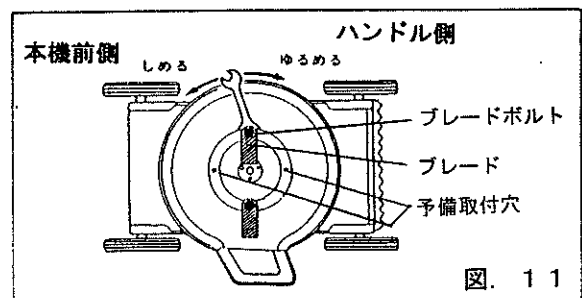

図. 11
- (1) エンジン回転を停止させ、プラグキャップを点火プラグより外し、燃料コックレバーを閉じ、けが防止の為、革手袋・安全靴・ヘルメットを着用して下さい。
- (2) 本機を横転させる場合には、本機ハンドル側より見て右側（マフラー側）に横転（傾斜）させます。（図. 11）